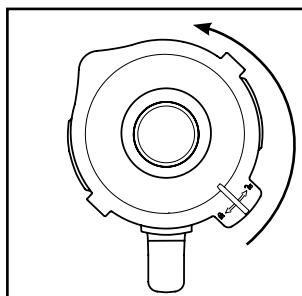
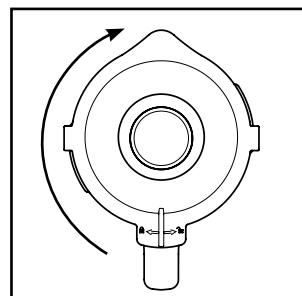

Bild 1
Bild 2
- 1) Lyft mixerbehållaren ③ rakt uppåt för att ta av den från motorblocket ⑥.
- 2) Ta av locket ② genom att vrida det motsols mot läge  (se bild 1) tills det lossnar och kan tas av.
- 3) Fyll mixerbehållaren ③.
- 4) Sätt sedan tillbaka locket ② med samma förskjutning på mixerbehållaren ③ och tryck fast det. Stäng locket ② genom att vrida det med sols till läge  tills det klickar fast (se bild 2). Kontrollera att mixerbehållarens ③ pip är stängd. Motorn startar bara om locket ② sluter helt tätt.